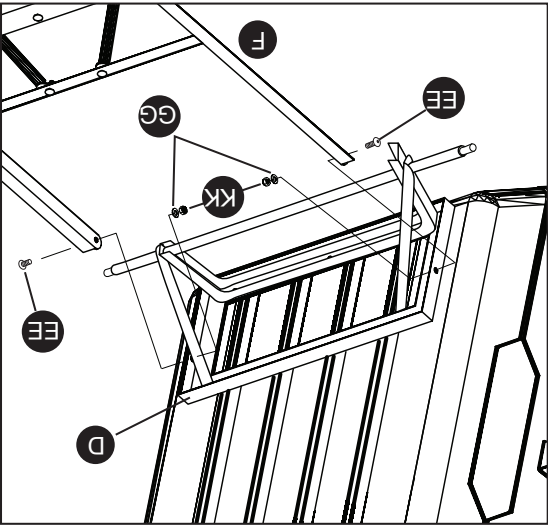

Fig. 8
6. Fije la estructura posterior (D) a la estructura delantera (F) con tres pernos cabeza de botón interna (EE), dos arandelas M8 (GG), y cuatro contratuercas M8 (KK) y cuatro arandelas M8 (GG), como se muestra en la Fig. 8.
6. Attach the rear frame (D) to the front frame (F) using two M8 x 20mm internal button head bolts (EE), two M8 lock nuts (KK), and two M8 washers (GG), as shown in Fig. 8.